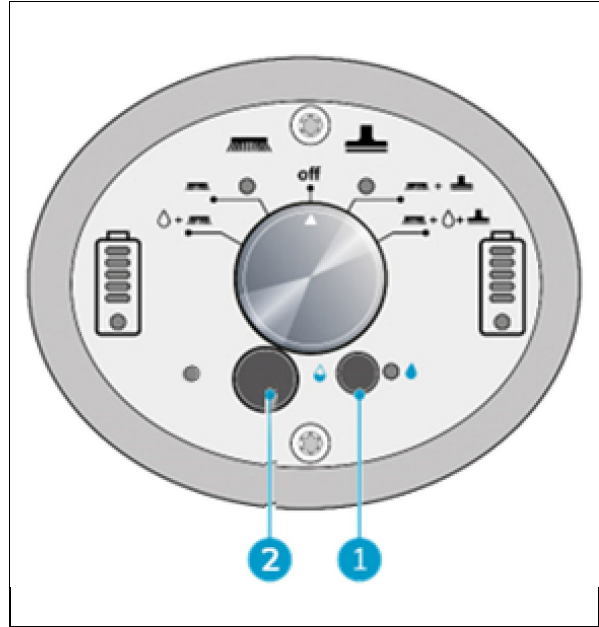

Figure 21
2. Activez le mode ÉCO en appuyant sur le bouton ÉCO, après avoir sélectionné votre mode de nettoyage. (figure 21, pos. 1).
4. Pour régler le débit d'eau lorsque le mode ÉCO est activé, vous pouvez retirer le capuchon en caoutchouc (figure 21, pos. 2) et utiliser un petit tournevis à tête plate pour modifier le débit sur le cadran sous le capuchon. Voir le tableau des débits à la page suivante.